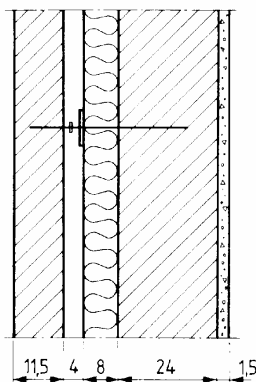

Bild 3.71 Außenwand
- Mit welcher Gewichtskraft je Meter (kN/m) belastet die 2,75 m hohe Außenwand (Bild 3-71) mit dem Aufbau Klinker ($\rho = 2,0 \text{ kg/dm}^3$), Luftschicht, Schaumkunststoffplatten, Hohlblocksteine aus Leichtbeton ($\rho = 1,2 \text{ kg/dm}^3$) und Gipskalkputz das Fundament?